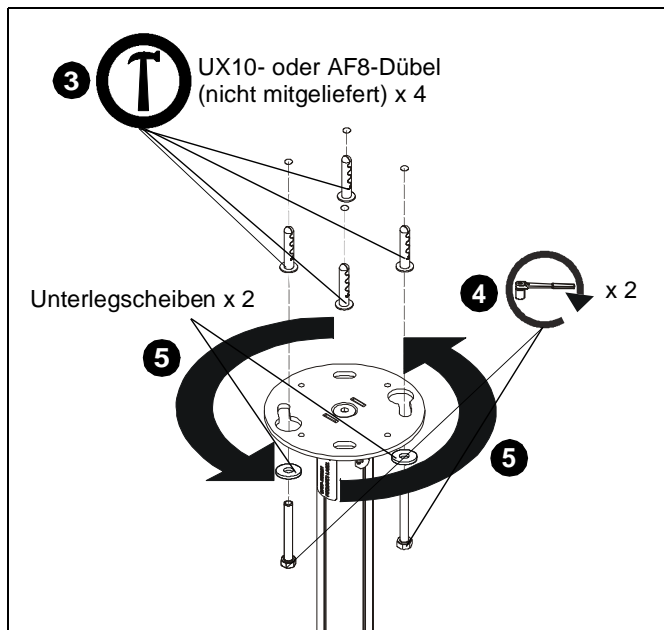

Abbildung 7
1. Benutzen Sie die Deckenplatte (A) als Vorlage, um Positionen für vier Vorbohrungen an der Decke zu markieren.
3. Montieren Sie vier UX10- oder AF8-Dübel in die vier gebohrten Löcher. (Siehe Abb. 7)
4. Montieren Sie zwei 7,9 mm x 69,9 mm (5/16" x 2 3/4")-Schrauben (nicht mitgeliefert) durch zwei flache 7,9 mm (5/16")-Unterlegscheiben (nicht mitgeliefert) lose in gegenüberliegenden Dübeln. (Siehe Abb. 7)
5. Platzieren Sie die Deckenplatte (A) an der Decke und schrauben Sie, bis die Schrauben die Platte in Position halten. (Siehe Abb. 7)